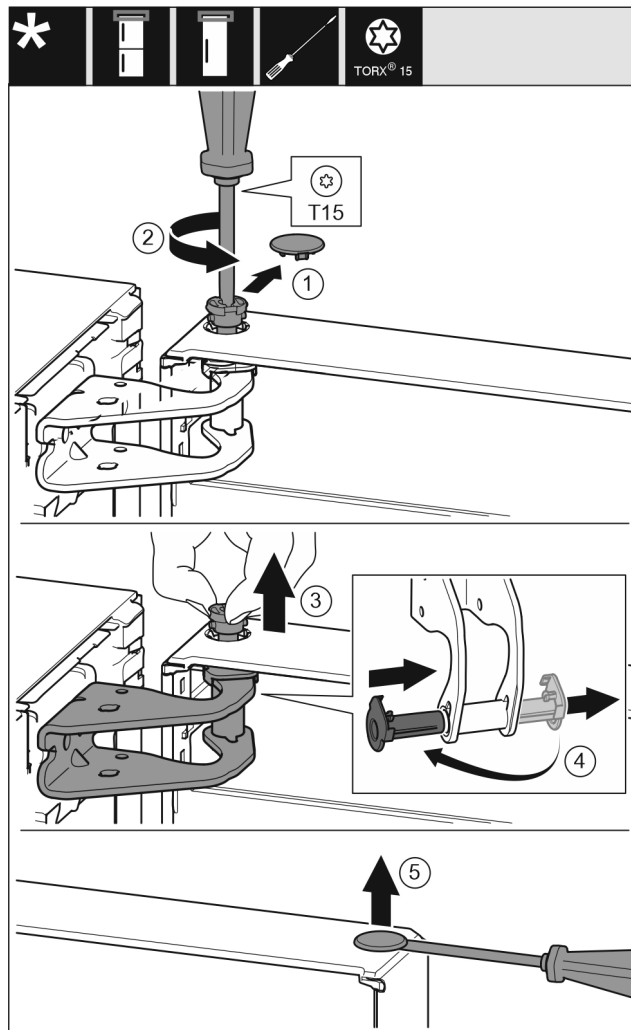

Fig. 7
- ▶ Обережно зніміть запобіжну кришку. Fig. 7 (1)
- ▶ Трохи викрутіть гвинт за допомогою викрутки T15. Fig. 7 (2)
- ▶ Притримуйте дверцята і витягніть палець руками. Fig. 7 (3)
- ▶ Витягніть із прямої опорної втулки. Встановіть і зафіксуйте з іншого боку. Fig. 7 (4)
- ▶ За допомогою шліцевої викрутки обережно підніміть пробку із опорного втулка дверцят та витягніть її. Fig. 7 (5)